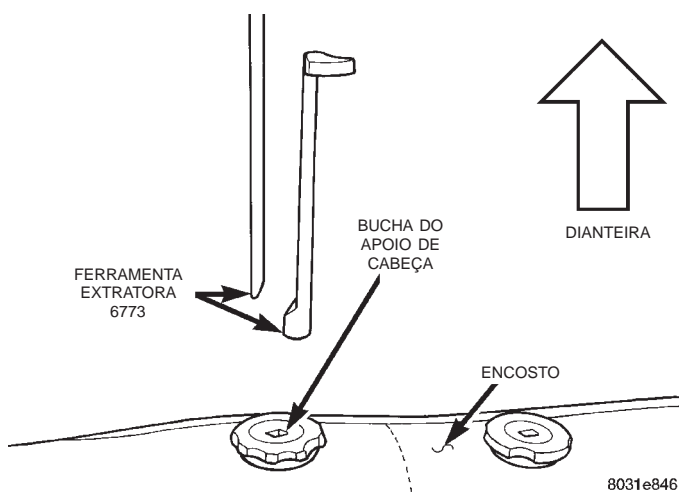
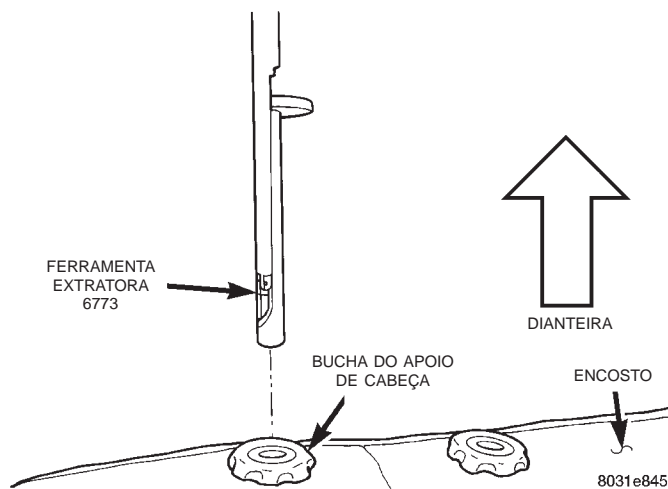

Fig. 1 Extrator da Bucha do Apoio de Cabeça
Fig. 2 Instalação do Extrator da Bucha de Apoio de Cabeça
- (1) Levante totalmente o apoio de cabeça.
- (2) Gire a botão rotativo da trava do apoio de cabeça, para liberá-lo e retirá-lo do encosto.
- (3) Introduza o extrator de bucha do apoio de cabeça (ferramenta especial 6773) (Fig. 1) e (Fig. 2) no encosto.